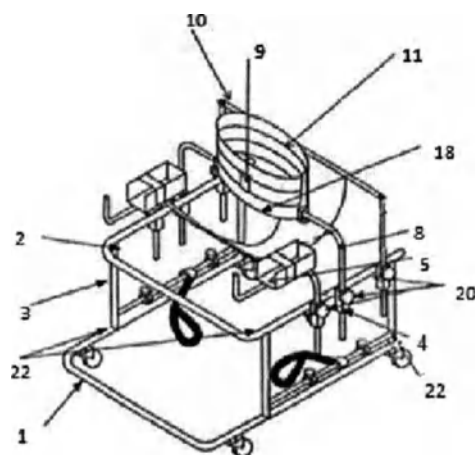

Рис.1
1. Сборка ходовой части (рис.1)
3. Общая сборка ходунков по рис. 1